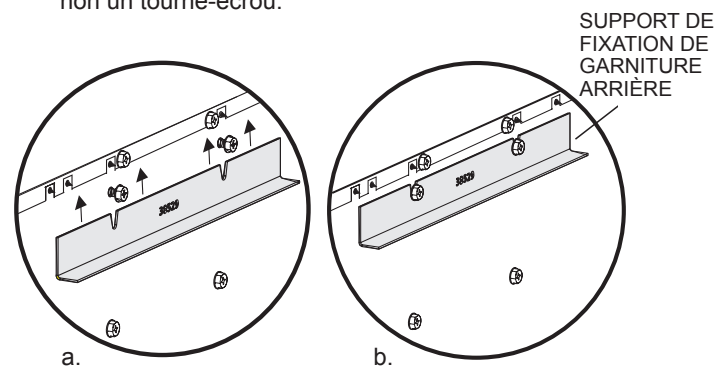

Figure 2
3. Glisser le support de fixation de garniture arrière vers le haut sous la tête des vis comme montré aux vignettes **a.** et **b.** de la **Figure 2** et serrer les vis. Utiliser un tournevis Phillips et non un tourne-écrou.